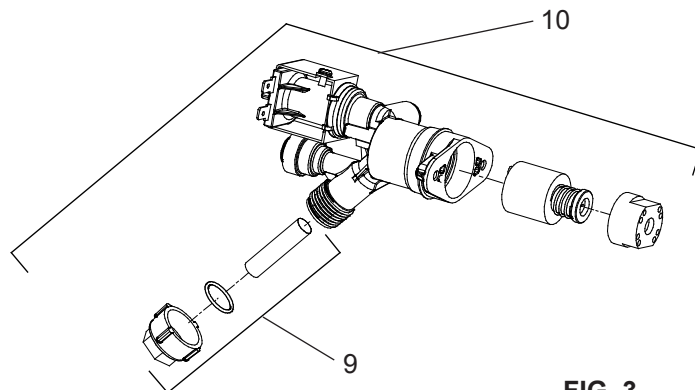

FIG. 3
- Using a small tip screwdriver, locate range adjustment screw through the small hole between the sensor lenses (See Page 1.) Turn this screw clockwise to increase range and counterclockwise to decrease range (See Fig. 3).
- Usando un desatornillador con punta pequeña, gire el tornillo de un lado a otro pequeña agujero entre la ver ventana. de ajuste de límites en el sentido de las manecillas del reloj para aumentar el límite y en sentido contrario de las manecillas del reloj para reducir el límite (Vea Fig. 3).
- A l'aide d'un petit tournevis à pointe, effectuez une rotation de la vis de réglage à travers la petite trou entre voir fenêtre dans le sens des aiguilles d'une montre afin d'augmenter la portée, et dans le sens inverse pour la diminuer. (Voir Fig. 3).